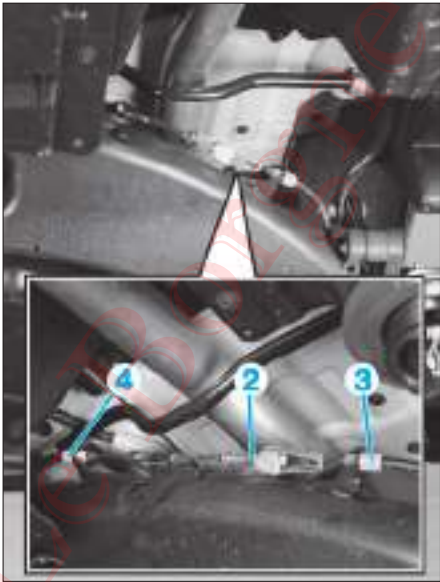

FIG. 26
- Desserrer le contre-écrou (2) de réglage du frein de stationnement (Fig.26) jusqu'à pouvoir décrocher les câbles (3) et (4).